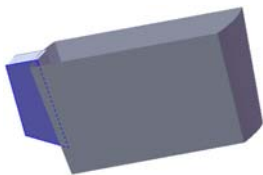
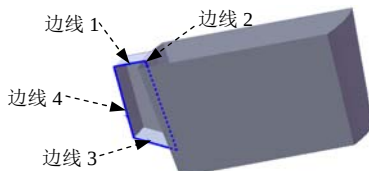

图 5.11.8 曲面填充 1
图 5.11.9 选取修补边界
Step5. 创建图 5.11.8 所示的零件特征——曲面填充 1。选择下拉菜单 **插入(I) → 曲面(S) → 填充(F)...** 命令，系统弹出“填充曲面”对话框；选取图 5.11.9 所示的边线 1、边线 2、边线 3 和边线 4 作为修补边界；在“填充曲面”对话框 **修补边界(B)** 区域的下拉列表中选择 **相切** 选项；单击 **✓** 按钮，完成曲面填充 1 的创建。